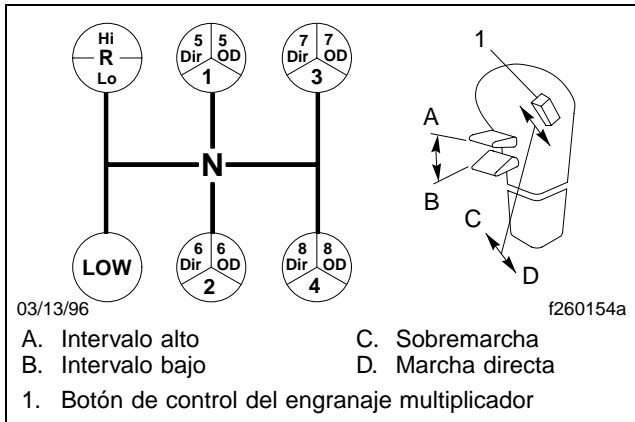

Figura 5.17, Patrón de cambios de la transmisión Meritor modelo RMO de 13 marchas
La transmisión Meritor RMO13-145A tiene trece marchas hacia adelante y dos marchas en reversa. Cada transmisión consiste de una sección delantera de 5 marchas, y una sección auxiliar de 3 marchas. La sección auxiliar contiene relaciones de bajo y alto intervalos, más, un engranaje multiplicador de sobremarcha. Vea la **Figura 5.17**.
4. Al estar en 5ª directa, y listo para cambiar a la siguiente marcha más baja, empuje la palanca de selección de intervalo hacia abajo, al intervalo bajo. Haga pedalazo doble del embrague a través de neutro, y cambie a la 4ª marcha. Consulte la **Figura 5.17**. Al pasar la palanca de cambios por neutro, la transmisión cambiará de marcha automáticamente del intervalo alto al intervalo bajo.